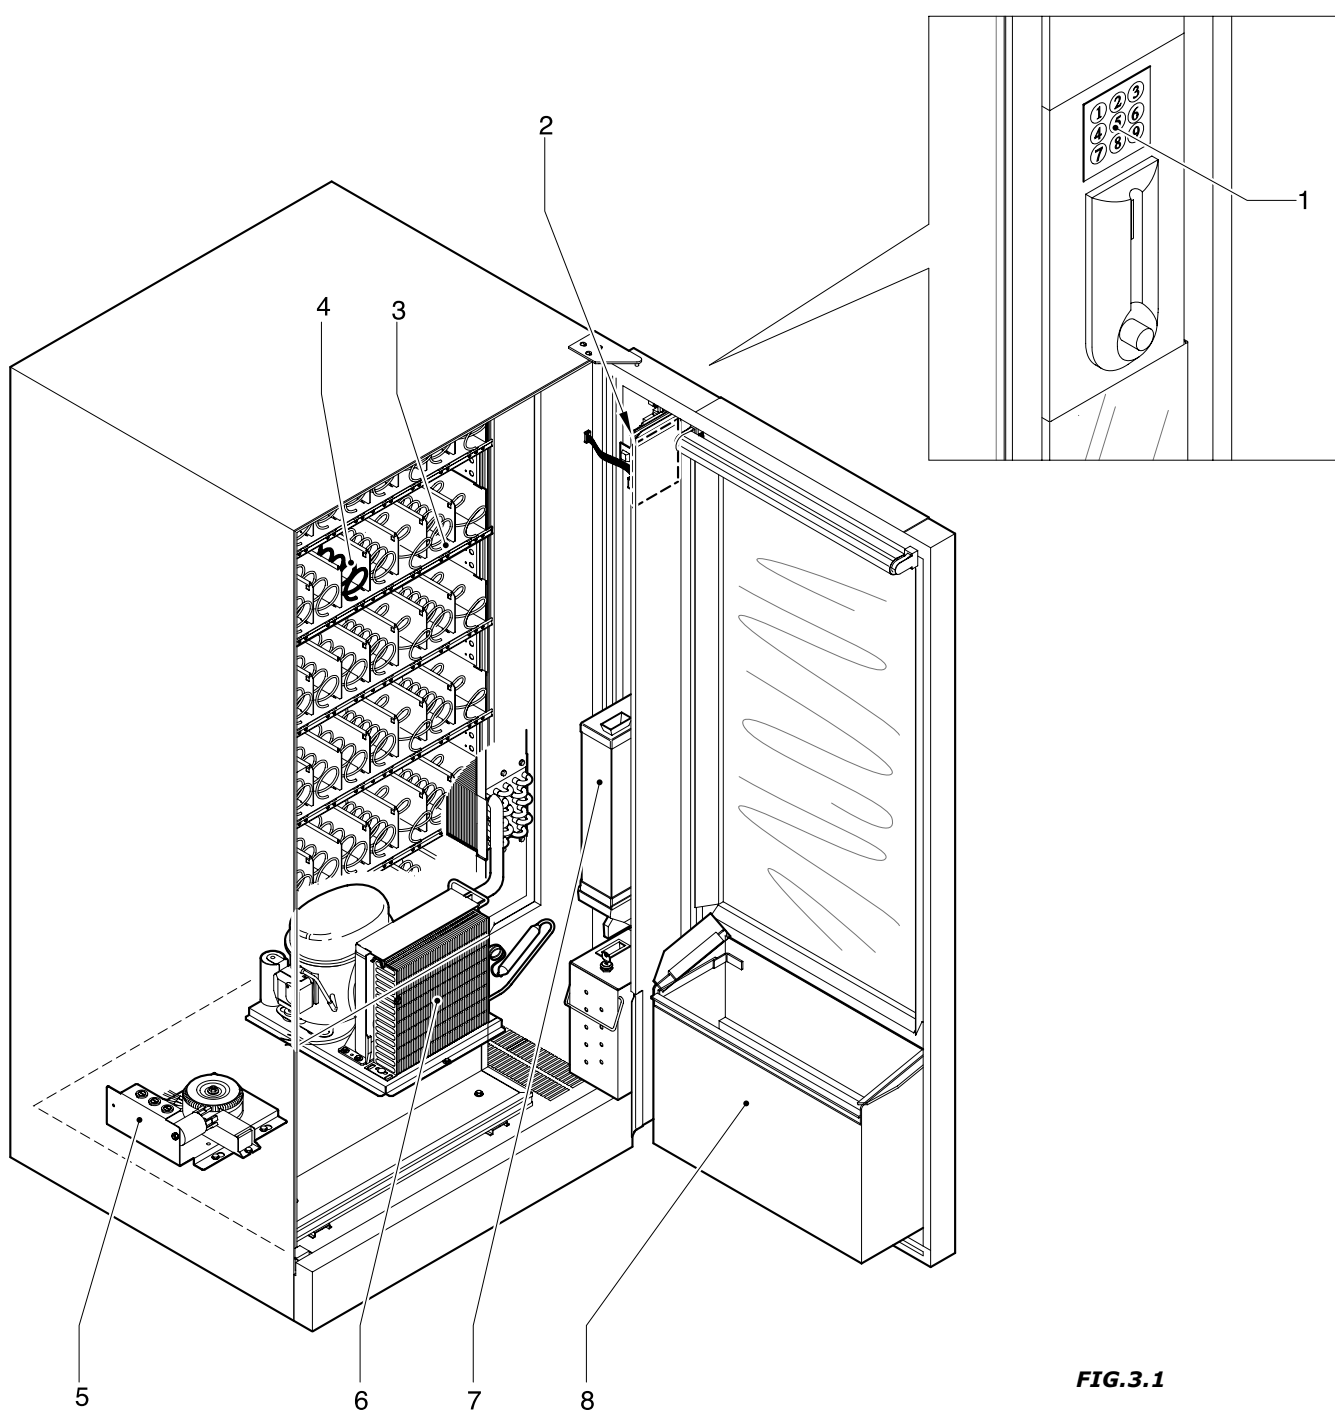

FIG.3.1
3.1 Descrizione della macchina (Fig.3.1)